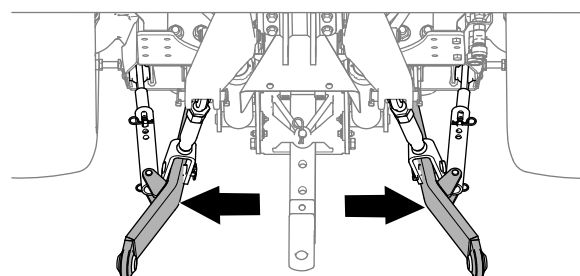

Figure 15
- Écartez les bras d'attelage inférieurs (Figure 15) complètement vers l'extérieur; voir le manuel de l'utilisateur du groupe de déplacement.